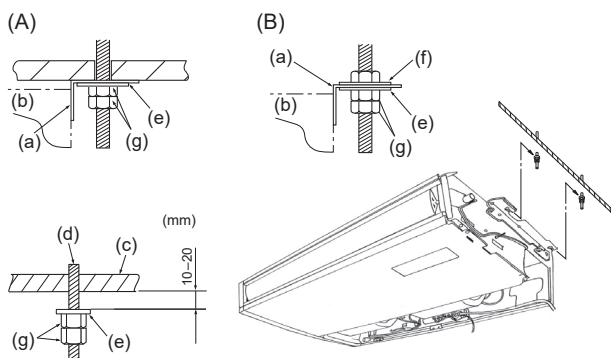

Fig. 3-5
- (D) Indtagsgitter
- (E) Gitterknop
- (F) Skub
- (G) Hinge
- (H) Tryk på hængslet, og træk indtagsgitteret ud.
- (J) Skub sidepanelet frem.
- (K) Sidepanelet
- (L) Tag sidenpanelets skruer ud.
- (M) Fjern det beskyttende vinyl af lamel.
(2) Tvinger åbne indtagsgitter eller åbne det for en vinkel på mere end 120° kan beskadige hængsler.
3.3. Montering af den indendørs enhed (Fig. 3-5)